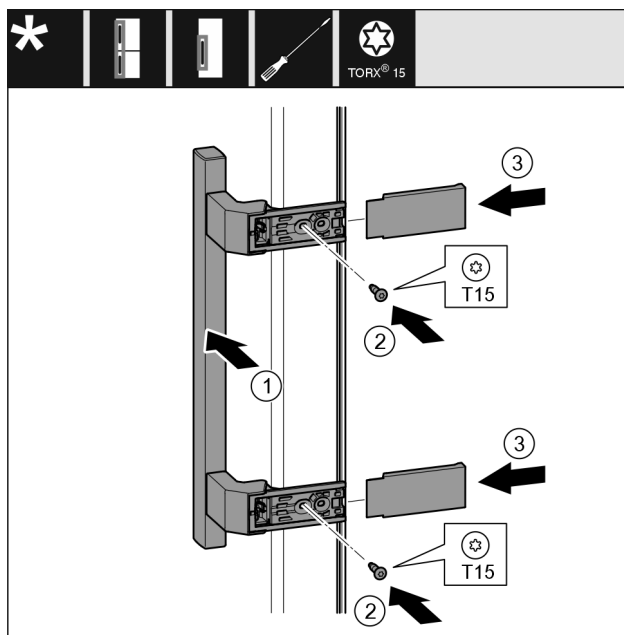

Fig. 20
- ▶ Namestite ročaj Fig. 20 (1) na nasprotno stran.
- ▶ Zategnite vijake Fig. 20 (2) z izvijačem.
- ▶ Pristavite pokrove Fig. 20 (3) na strani in jih potisnite gor.